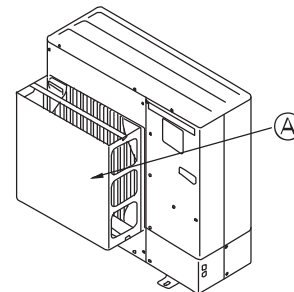

Fig. 2-3
② Installieren Sie eine als Sonderzubehör erhältliche Luftauslaßführung, wenn die Anlage an einem Aufstellort installiert ist, an dem die Gefahr besteht, daß starker Wind direkt in die Luftaustrittsöffnung bläst. (Fig. 2-3) A) Luftauslaßführung